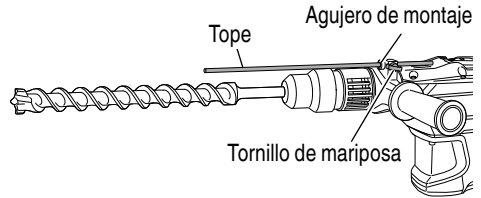

Fig. 16
- (c) Cambia la palanca selectora a "martilleo" de acuerdo con los procedimientos mencionados en el ítem (1) anterior y asegure la posición de la herramienta.
5. Instalar el tope (Fig. 16)